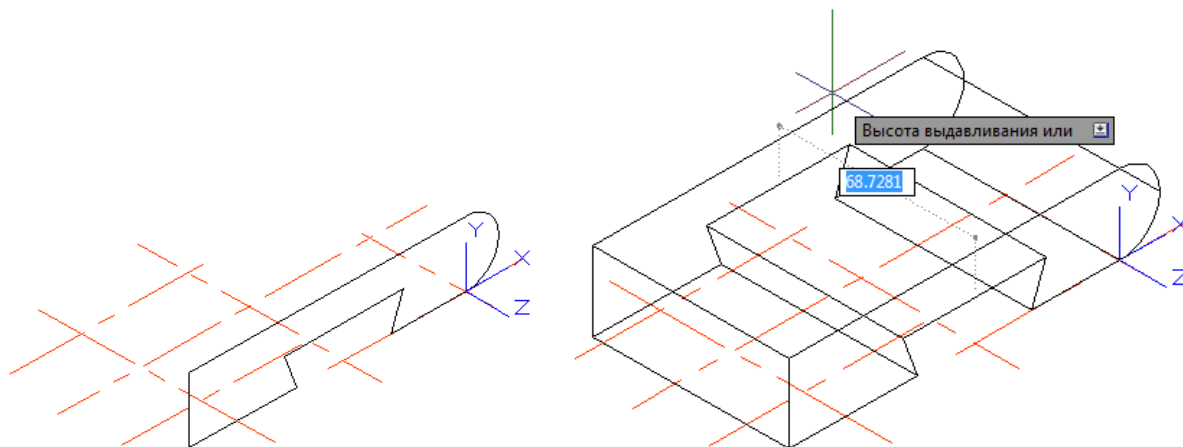

Рис. 4.5. Выдавливание контура
8. Выдавите построенный контур (рис. 4.5).
*Высота выдавливания:* перемещайте указатель мыши влево в сторону разметки, задавая таким образом направление выдавливания (рис. 4.5), введите **80** и нажмите клавишу **Enter**.
В результате получится часть нижнего основания детали (рис. 4.5).